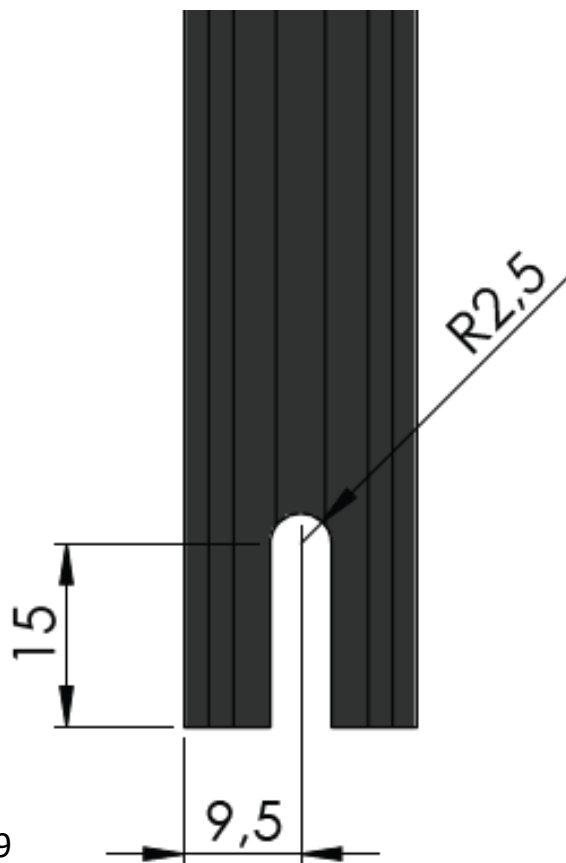

Figura 19
- Realizar en cada uno de los Perfiles Verticales Mica el mecanizado que se indica en la figura 19 con una fresa de 5 mm. El centro del perfil viene marcado por la línea exterior existente en el mismo.